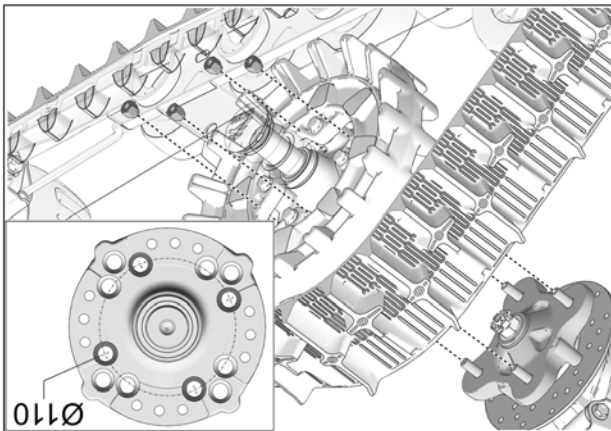

Fig. 19
7. Insérer les boulons M10x55mm (A5) par le dessous de l'ancrage et assembler les deux parties avec les écrous (A6) fournis. Serrer l'assemblage à un couple de 50 N•m [37 lb•pi]. Voir la Fig. 19
8. Fixer le système de traction au moyeu de roue avant. Utiliser le cercle de perçage de Ø110 mm et les écrous de roue d'origine du véhicule. Fig. 19